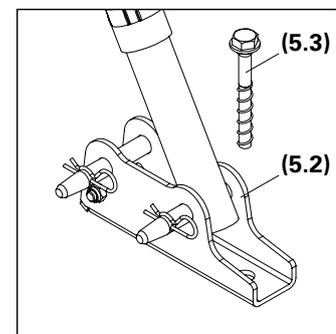

Fig. A2.16a
3. Stabiliser dans le sens transversal de la travée à l'aide d'un dispositif résistant à la traction et à la pression, par ex. à l'aide d'une platine de pied-2 RS 210 – 1400 (5.2) et du boulon d'ancrage PERI 14/20 x 130 (5.3). (Fig. A2.16a)